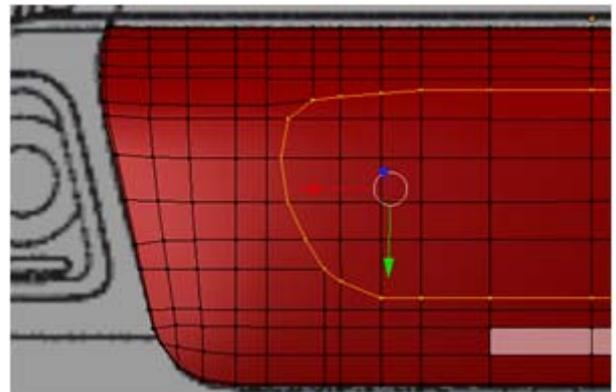

Figura 4.213
2. Em seguida faz-se a definição do contorno da cavidade da matrícula, por deslizamento de arestas e vértices e eventual inserção de novos contornos, figura 4.213.